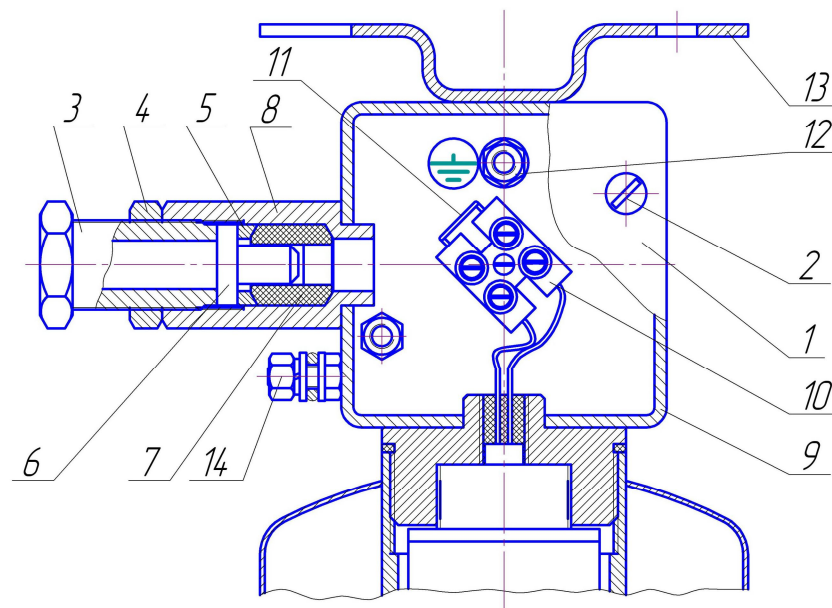

Рисунок 2
6.2 Произвести монтаж вводного устройства МПП (см. рисунок 2)